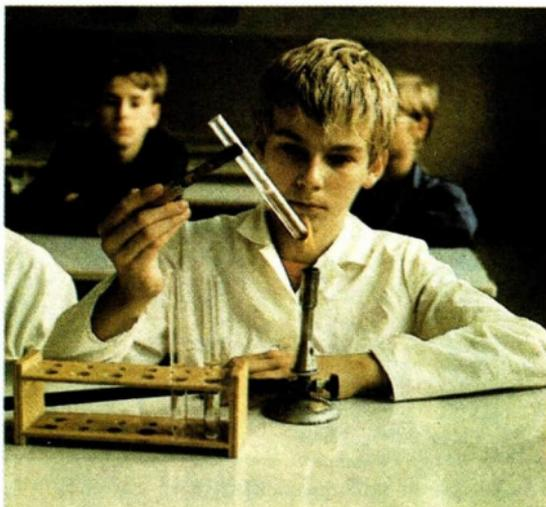

Abb. 4
**Forderungen beim Experimentieren.** Das Untersuchen von Stoffen und Stoffumwandlungen erfordert zielgerichtetes Experimentieren und sorgfältiges Beobachten. Experimente ermöglichen, Fragen an die Natur zu stellen und zu beantworten (Abb. 4).